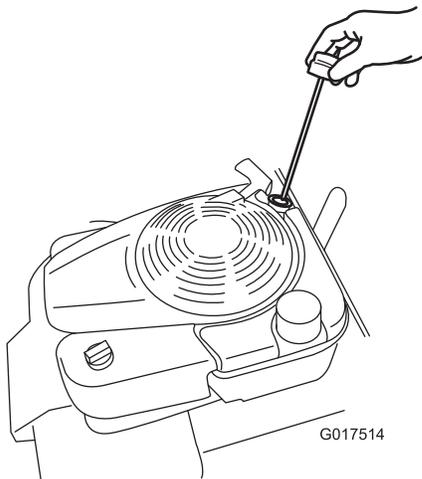
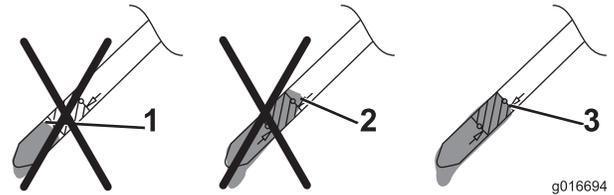

Figura 14
Figura 15
2. Retire la varilla (Figura 14).
5. Observe en la varilla el nivel de aceite (Figura 15).
- Si el nivel de aceite es demasiado bajo, vierta **lentamente** una pequeña cantidad de aceite en el tubo de llenado, espere 3 minutos, y repita los pasos 3 a 5 hasta que el nivel de aceite llegue al nivel correcto, según se muestra en Figura 15.
Ajuste de la altura de corte según desee; consulte la Figura 14 y la Figura 15.